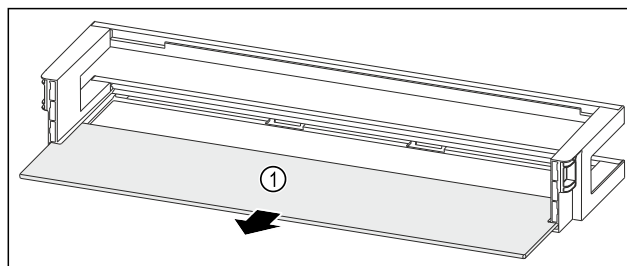

Fig. 56 Дверная полка со съемной полкой
- Извлеките съемную полку Fig. 56 (1).